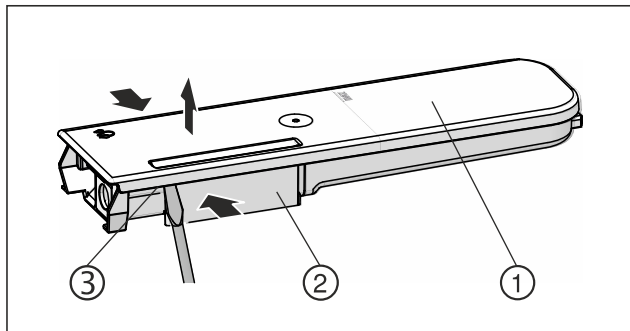

Fig. 128
- Presser le réservoir d'eau Fig. 128 (2) et faire lever pour lever précautionneusement le couvercle Fig. 128 (1) par les ergots Fig. 128 (3).
- Faire légèrement bouger le couvercle Fig. 128 (1) de l'avant vers l'arrière puis le retirer par le haut.